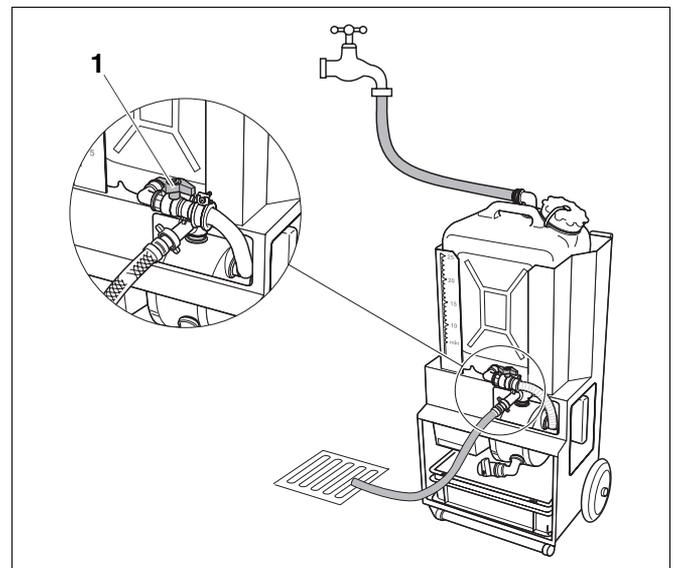

Abb. 32 Befüllstation spülen
- Schließen Sie den Rücklaufschlauch an einen geeigneten Wasserhahn an und füllen Sie den Behälter der Befüllstation mit ca. 25 Liter Wasser (Abb. 32).
- Öffnen Sie den Kugelhahn (Abb. 32, **Pos. 1**) am Saugschlauch und warten Sie einen Moment, bis die Befüllpumpe vollgelaufen ist.